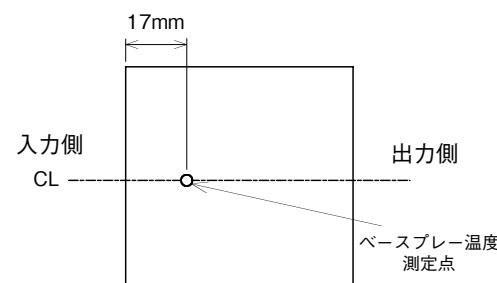

図13-1 ベースプレート温度測定点
- 注）1. ベースプレート温度は最大100°Cです。ワースト使用状態にて図13-1の測定点にてベースプレート温度をご確認下さい。